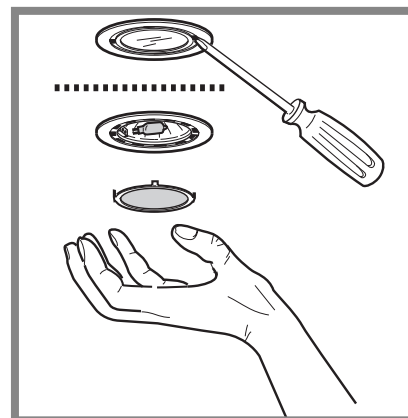

Fig. 5
- Remova a plafonnier empurrando com uma pequena chave de fendas (fig. 5).